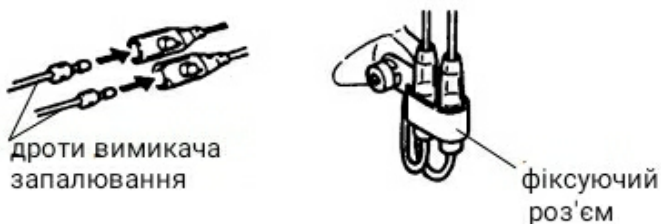

Рисунок 9. Схема під'єднання проводів вимикача запалювання.
6.2 Вимикач запалювання має бути виробником під'єднаний проводом до системи запалювання двигуна. Перевірити роз'єми (рис. 9) на наявність стику.